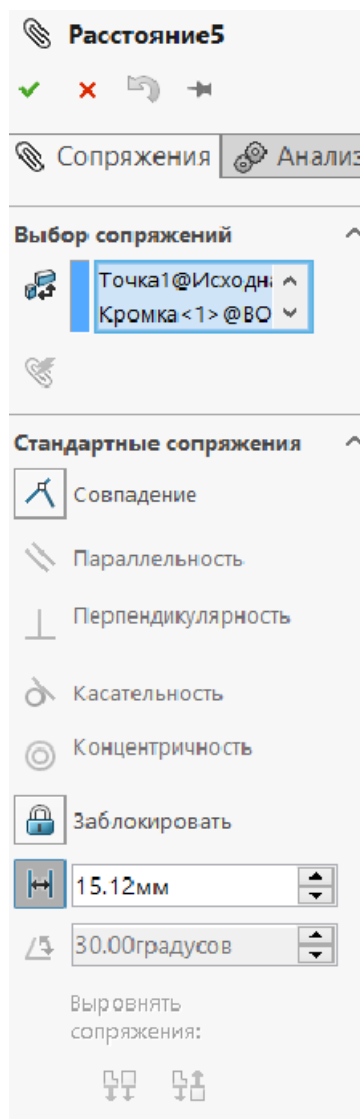

Рисунок 4 – параметры сопряжения
5. Сопрячь исходную точку с кромкой, подсвеченной на рисунке 3. Выполнить сопряжение расстоянием с указанными параметрами (рис. 4).